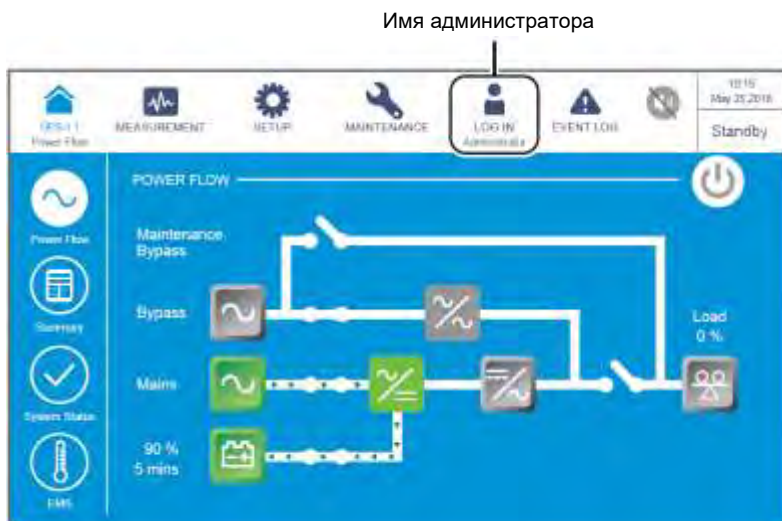

Рисунок 6-60: Экран режима ожидания и имя администратора
- 4) Перевести в положение **OFF (ВЫКЛ.)** выходной выключатель (Q4) и войти в систему как **Администратор**. Для получения пароля **Администратора** свяжитесь с обслуживающим персоналом. После входа в систему убедитесь, что вход произошел под именем **Администратора** (см. *Рисунок 6-60*).